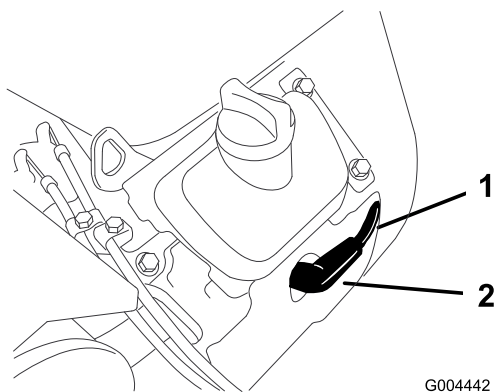

Figure 43
3. Débranchez les bougies (Figure 43). Nettoyez la surface autour des bougies pour éviter que des impuretés n'endommagent le moteur en tombant à l'intérieur.
3. Connectez les bougies (Figure 43).